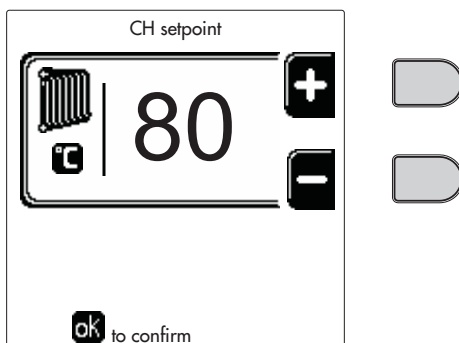
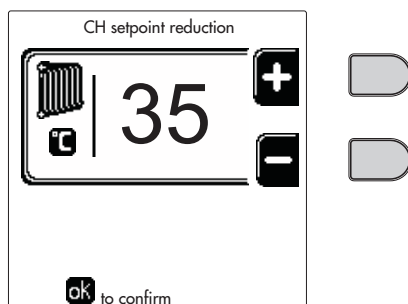
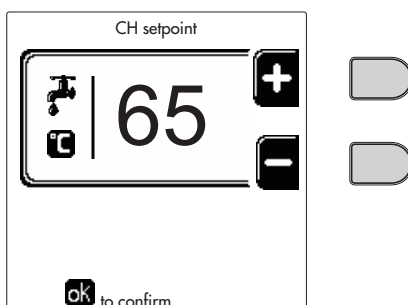
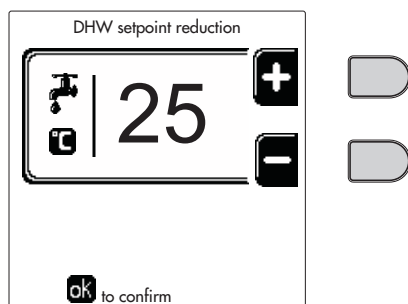

рис. 12
рис. 13
рис. 14
рис. 15
- **ON (ВКЛ)**. При поступившем запросе на отопление/ГВС котел работает на заданной температуре регулировки отопления/ГВС (рис. 12/рис. 14).
- При поступившем запросе на отопление/ГВС котел работает на уменьшенной температуре регулировки. Уменьшенная температура достигается путем вычитания температуры регулировки уменьшения (рис. 13/рис. 15) от заданной температуры регулировки отопления/ГВС (рис. 12/рис. 14).